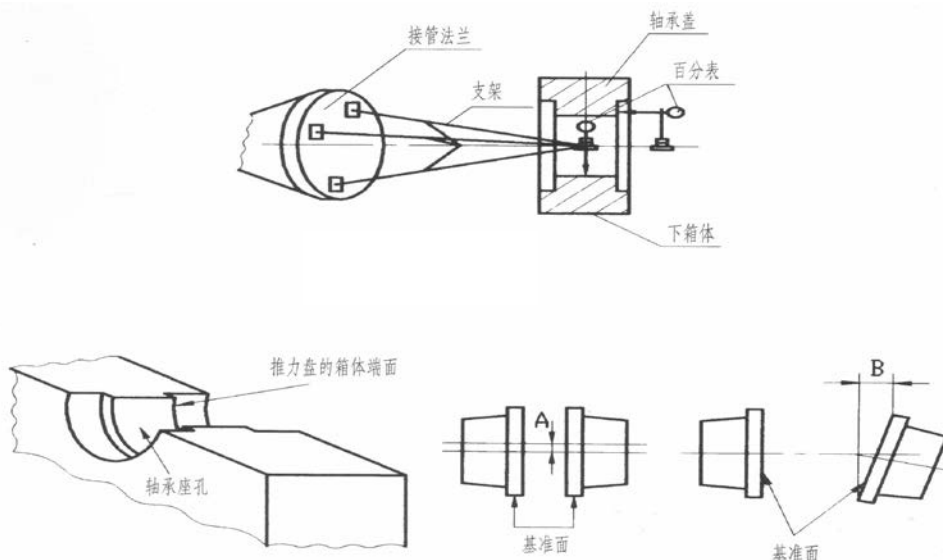

图 1-6 初步安装找正
3.2.7 初找磨机与减速整机中心线的同轴度。装上输出轴后的轴承盖。按图 1-6 做一简易找正支架将其安装在磨机传动接管法兰上，在支架端装上百分表。盘动磨机慢速转动（转向和工作转向一致）进行初步找正。其误差范围按表 1-1 确定。用表打箱体输出轴的轴承座孔和推力盘的箱体端面。（可同时装两块百分表找正）在找正调整过程中有时效变形现象，因此不要急于求成。时间可长些。